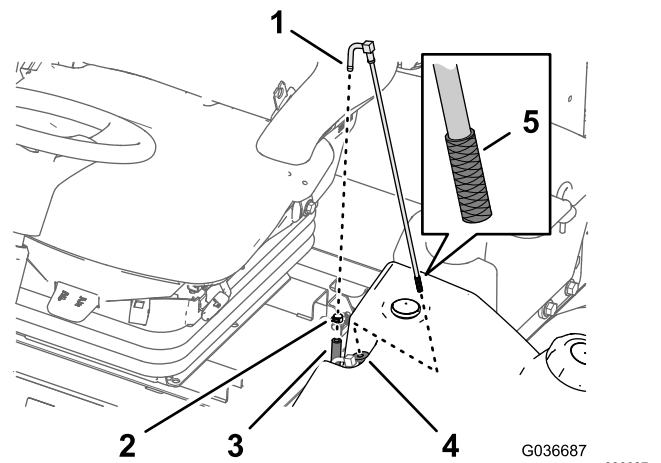

Figure 46
2. Débranchez le flexible du raccord (Figure 46).
3. Soulevez et déposez le tube d'aspiration du réservoir de carburant (Figure 46).
4. Nettoyez les débris éventuellement présents sur la crépine au bout du tube d'aspiration de carburant (Figure 46).
5. Insérez le tube d'aspiration dans la bague de caoutchouc et dans le réservoir de carburant (Figure 46).
1. Retirez le collier qui fixe le flexible de carburant au raccord du tube d'aspiration (Figure 46).